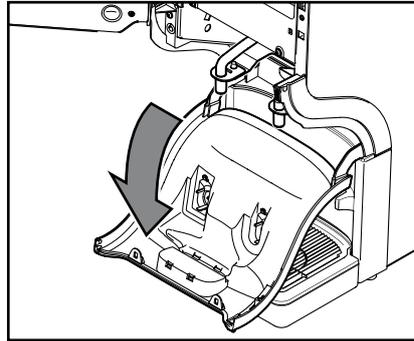

Fig. 43
- c. Puxe a cobertura das saídas para baixo. (Fig. 43)